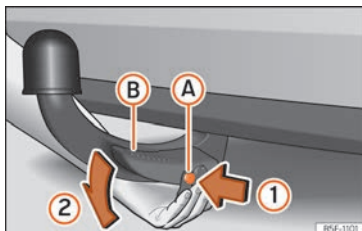

Fig. 178 Desmontar o gancho de reboque
- Pressione o perno de desbloqueio **A** no sentido da seta **1** e, ao mesmo tempo, a alavanca **B** no sentido da seta **2** até ao limite »» **Fig. 178**.